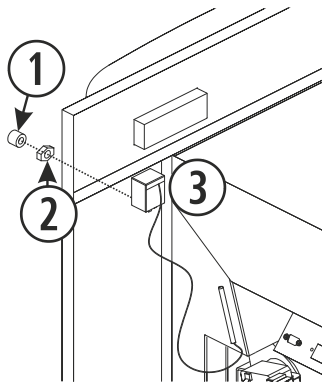

Figura 19
Se a estufa que temos for uma Eco I Insert ou Eco II, devemos fixar o termostato de segurança no painel do equipamento. Estes já têm um orifício, através do qual inserimos o termostato (③) conforme a *figura 19*, fixamo-lo no painel com uma porca (②) e, por fim, enroscamos a tampa (①).